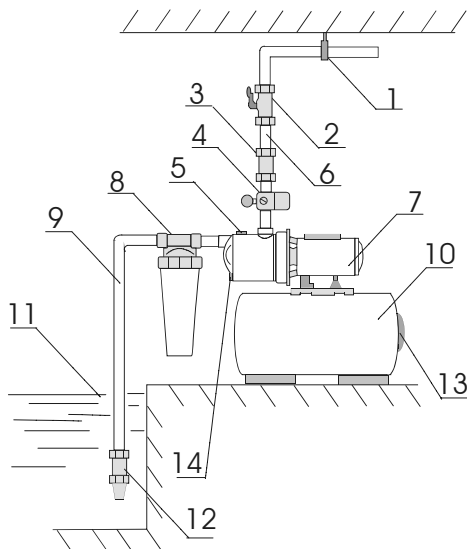

рис.1
Условные обозначения на рис.1: 1-опора напорной магистрали, 2-кран, 3-обратный клапан, 4-реле давления, 5-отверстие для залива воды, 6-напорная магистраль, 7-насос, 8-магистральный фильтр, 9-всасывающая магистраль, 10-гидроаккумуляторный бак, 11-вода, 12-обратный клапан с сеточкой, 13-крышка, закрывающая нипель, 14-отверстие для слива воды.
8.1.5. Всасывающая труба должна иметь на конце обратный клапан с сеточкой (рис.1 поз.12) при всасывании из колодца, а также, если возможно попадание мелких механических частиц, магистральный фильтр перед насосной станцией (рис.1 поз.8).
8.1.7. На выходной трубе из насоса рекомендуется установить обратный клапан (рис.1 поз.3) для предотвращения гидродаров в моменты включения/выключения насоса и кран (рис.1 поз.2), настройка которого описана в пункте 12,б.
а) Откройте заливное отверстие, отвинтив гайку (рис.1 поз.5).
в) Плотно завинтите заливное отверстие (рис.1 поз.5) для предотвращения подсоса воздуха.
б) При работе насосной станции кран (рис.1 поз.2) должен быть открытым. Он является простым устройством настройки нормального режима работы насосной станции. При полностью открытых кранах всех точек разбора гидравлической системы и работающем насосе давление воды в системе (которое показывает манометр) не должно опускаться ниже минимально допустимого (указанного на корпусе насоса). Для этого кран (рис.1 поз.2) нужно прикрывать до тех пор, пока давление воды в системе (которое показывает манометр) не достигнет значения минимально допустимого, указанного на корпусе насоса. Возможен случай, когда это требование может быть выполнено при полностью открытом кране. Потом желательно предотвратить возможность случайного открывания/закрывания крана (рис.1 поз.2).
б) Если насосная станция долгое время не будет работать, необходимо слить воду через сливное отверстие (рис.1. поз.14). Используя заливное и сливное отверстие промыть насос чистой водой. Убедитесь что в насосе не осталось воды. Эта операция должна проводиться всегда, если есть угроза замерзания воды. При замерзании воды в насосе он разрушается и восстановлению не подлежит.
- снять пластиковую крышку на гидроаккумулялирующем баке (рис.1 поз.13);